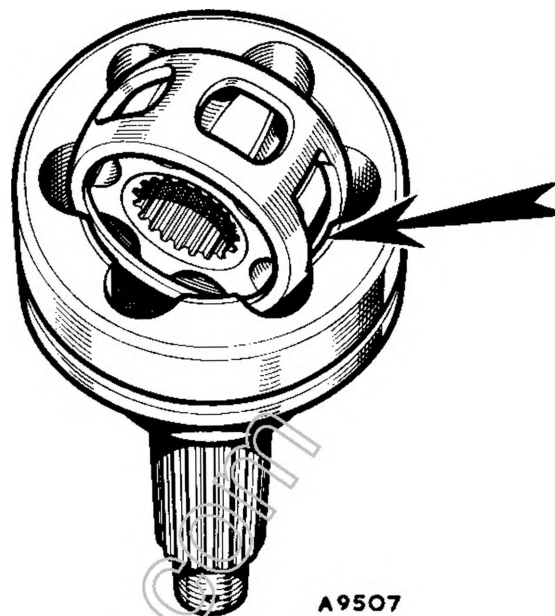
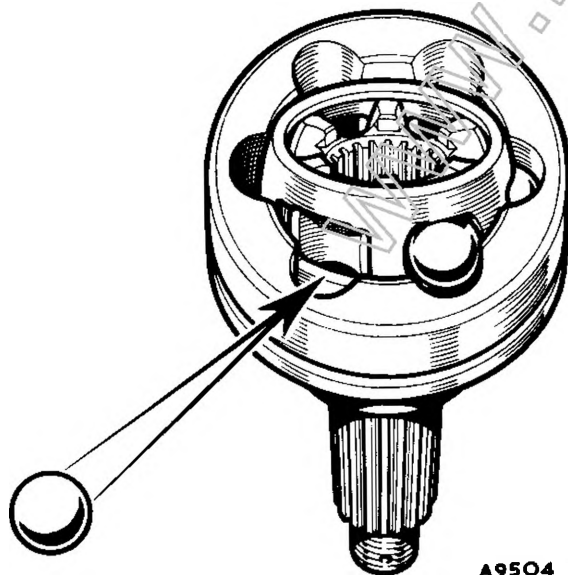

Fig. G.3
Fig. G.2
- (7) Dopo aver estratto l'albero, la pista interna può essere ruotata o inclinata liberamente all'interno del giunto. Per estrarre la prima sfera, inclinare la pista interna come è illustrato nella figura G.2. Se il giunto è appiccicoso per la presenza di grasso, si possono estrarre le sfere, una alla volta, utilizzando un attrezzo appuntito.
- (8) Ribaltare la gabbia delle sfere come illustrato nella figura G.3 e ruotarla attorno all'asse orizzontale sino ad allineare due delle sue feritoie opposte con due risalti del corpo del giunto. Spingendo uno dei risalti all'interno della feritoia sarà possibile estrarre il complessivo gabbia e pista interna.
- (18) Introdurre l'assieme nel corpo del giunto facendo coincidere una delle feritoie della gabbia con un risalto del corpo (Ved. Fig. G.3). I tre elementi possono essere ora ruotati liberamente l'uno rispetto all'altro.
- (19) Orientare la gabbia e la piastra interna verso le loro posizioni originarie, facendo coincidere i contrassegni apposti al momento della scomposizione.
- (20) Mantenendo i tre elementi in questa precisa posizione, ribaltare la gabbia tanto quanto basta a poter introdurre la prima sfera in una feritoia. Ripetere la suddetta operazione per le rimanenti sfere (Ved. la Fig. G.2).
- (21) Assicurarsi che, con la gabbia in sede, la piastra interna sia libera di muoversi libramente. Fare attenzione, durante questa verifica, a non lasciar uscire le sfere.
- (22) Prima di rimontare il giunto sul semialbero riempirlo di tutto il grasso Duckham M-B rimasto nell'assortimento.
- (23) Sostituire, se necessario, il parapolvere e stendere un velo di grasso Duckham M-B sulla sua superficie interna. Procedere con la massima cura ed attenzione quando si fa passare il parapolvere sull'anello di ritegno situato sul semialbero.